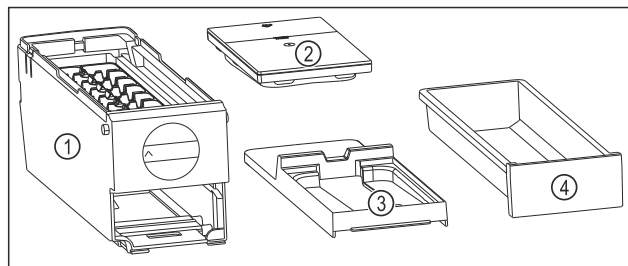

Fig. 114 Sestavni deli modula EasyTwist-Ice
- ▷ Modul EasyTwist-Ice je razstavljen na štiri dele. (glejte Fig. 114)
- ▶ Modul EasyTwist-Ice razstavite le na prikazane sestavne dele. (glejte Fig. 114)
- ▶ Glavni del EasyTwist-Ice Fig. 114 (1) očistite kot celoto.